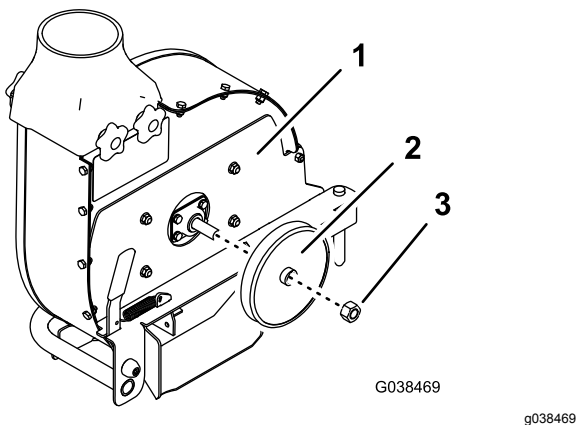

Bild 27
7. Entfernen Sie die Riemenscheibe vom Gebläse (Bild 27).